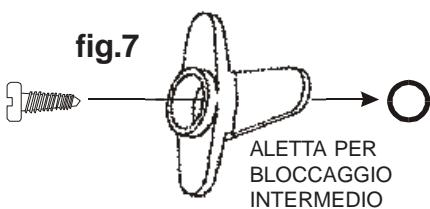

fig.7
- Fissare (con le viti apposite) i blocchi intermedi avendo cura di permettere la rotazione dell'aletta di bloccaggio (vedi fig. 7).